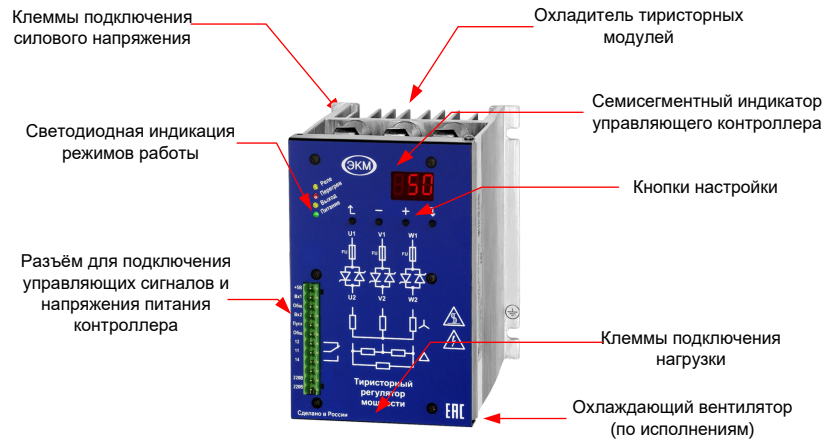

Рис. 13
**Внимание! Блок управления регулятора контролирует наличие напряжения на входе блока тиристоров, поэтому важно не путать его вход и выход. Подключение показано на рис. 13 .**